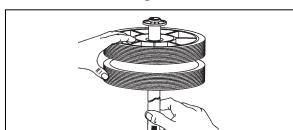

Figura 6
- Conecte el anillo del otro lado del mismo modo (Figura 6).